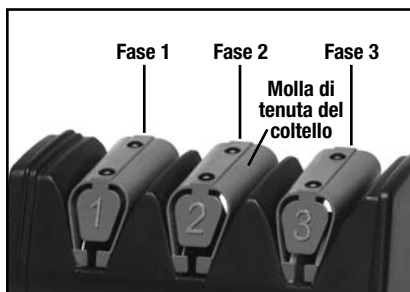

Figura 4. Modulo di affilatura EdgeSelect®.
L'esclusivo modulo di affilatura Chef'sChoice® EdgeSelect® (Figura 4) fornito con l'affilacoltelli standard Modello 2100 è concepito in modo da poter affilare ciascun coltello a seconda dell'uso che se ne vuole fare. Questo affilacoltelli a tre (3) fasi, dispone di due fasi di affilatura conica di precisione / molatura con abrasivi di diamanti fini al 100% e di una fase di lucidatura/coramella che impiega dischi abrasivi flessibili brevettati. Queste fasi possono essere usate in sequenze diverse per offrirvi fili incredibilmente affilati, a sfaccettatura liscia, per tagli e presentazioni che non richiedono alcuno sforzo, oppure fili con una quantità selezionata di "morso di taglio" residuo lungo le sfaccettature. Il filo risultante è ultra affilato e non seghettato. Il "morso di taglio" residuo viene creato da microscanalature lucidate alla perfezione che vengono formate sulla superficie sfaccettata dall'azione di ultramolatura dei dischi di coramella della Fase 3. Scoprirete che queste scanalature affilate create su ciascun lato del filo di taglio ultra-affilato e non seghettato vi aiutano enormemente in quei compiti di taglio difficili che incontrate con alimenti fibrosi, carni, verdure ricche di peduncoli e pulizia di selvaggina.